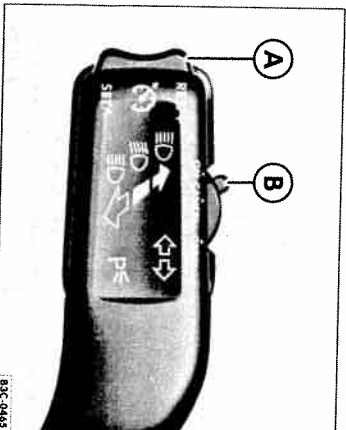

Fig. 27 Maneia pentru lumina de semnalizare și lumina de drum: Iasta  și comutatorul  pentru CVC.
- Împingeți comutatorul ⇒ fig. 27  spre stânga pe ON.